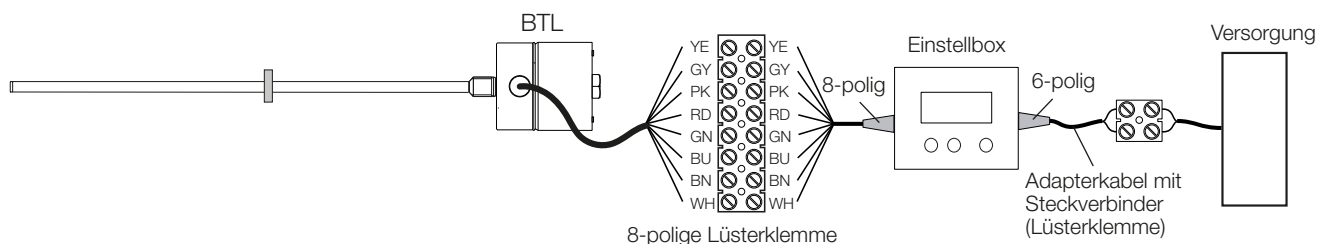

Bild 6-1: Anschluss der Einstellbox BTL7-A-CB02-K
1) Empfohlene Adernfarbe bei Verwendung der Einstellbox (siehe Bild 6-1 auf Seite 17)